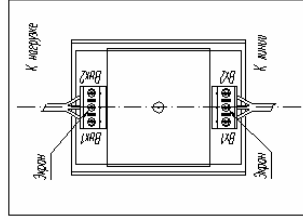

Рис. 1
6.6 Монтажные чертежи приведены в **приложении 1**, на рис.1, 2.